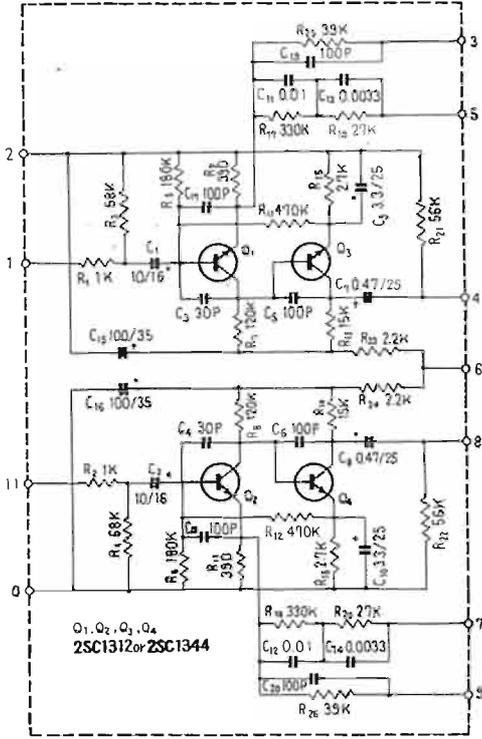

Fig. 5
**Préamplificateur correcteur RIAA (Fig. 5).** Ces circuits sont tout-à-fait classiques, composés de deux étages, les transistors  $Q_1, Q_2$ , bouclés avec un réseau de contre réaction  $R_{17}-R_{19}, R_{25}-C_{11}-C_{13}-C_{19}$ , qui assure la correction RIAA en utilisation couplée, avec une cellule magnétique. A l'utilisation avec microphone, le réseau est déconnecté afin d'obtenir une réponse linéaire en fréquence.